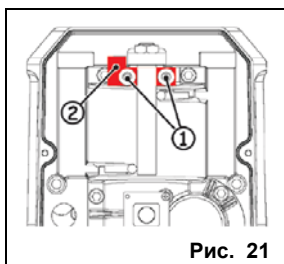

Рис. 21
- Выкрутить два винта (рис. 21, поз. 1), расположенных сверху на стреле.
- Снять упорную планку (рис. 21, поз. 2).